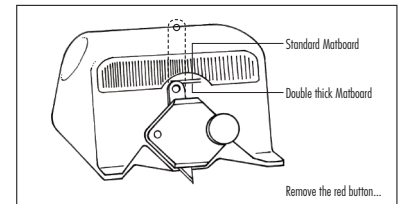

Fig. 1
- 1 Install blade by loosening knob and sliding blade into slot. Adjust depth to single matboard or double thick. (Fig. 1)
- 1 Installer la lame en desserrant le bouton et en glissant la lame dans la fente. Régler la profondeur pour un carton unique ou une double épaisseur (Fig. 1).
- 1 Para instalar la cuchilla suelte el tornillo e introduzca la cuchilla desde arriba en la ranura. Ajuste el grosor (simple o doble) (Fig. 1).
- 1 Zum Einlegen der Klinge Klingenkopf lösen und Klinge von oben in den Schlitz einschieben. Einstellen auf einfache oder doppelte Dicke (Fig. 1).
- 1 Installare la lama svitando la sicura e posizionarla nella guida. Regolare la profondità per lo spessore del passapartout desiderato (Fig. 1)